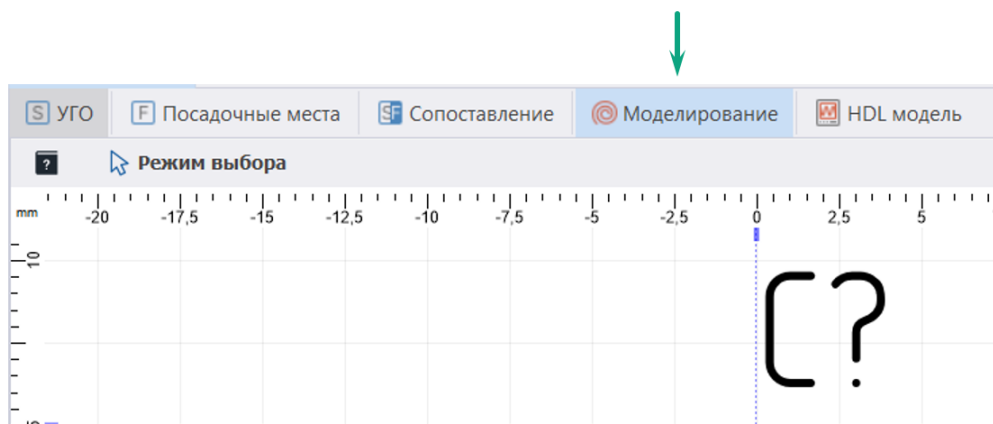

Рис. 9 Переход к созданию SPICE-модели
2. Перейдите на вкладку «Моделирование», обозначенную кнопкой  Моделирование для добавления SPICE-модели, см. Рис. 9.